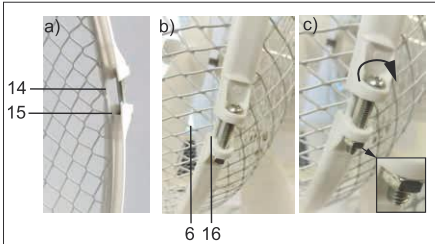

Fig. 5: Montage vorderes Schutzgitter
9. Fassen Sie das Fixierband (7) an den Enden zusammen.
10. Stecken Sie die Kreuzschlitzschraube mit Linsenkopf (8 a) durch die beiden Ösen (15) und fixieren diese mit der Schraubenmutter (8 b).
11. Ziehen Sie den so entstandenen Ring auf den Rand des hinteren Schutzgitters (14).
*Der Rand des Schutzgitters muss dabei in der hinteren Rille (15) des Fixierbandes liegen. Abb. 5 a).*
13. Drehen Sie die Kreuzschlitzschraube mit einem Kreuzschlitzschraubendreher im Uhrzeigersinn weiter zu. Abb. 5 c).